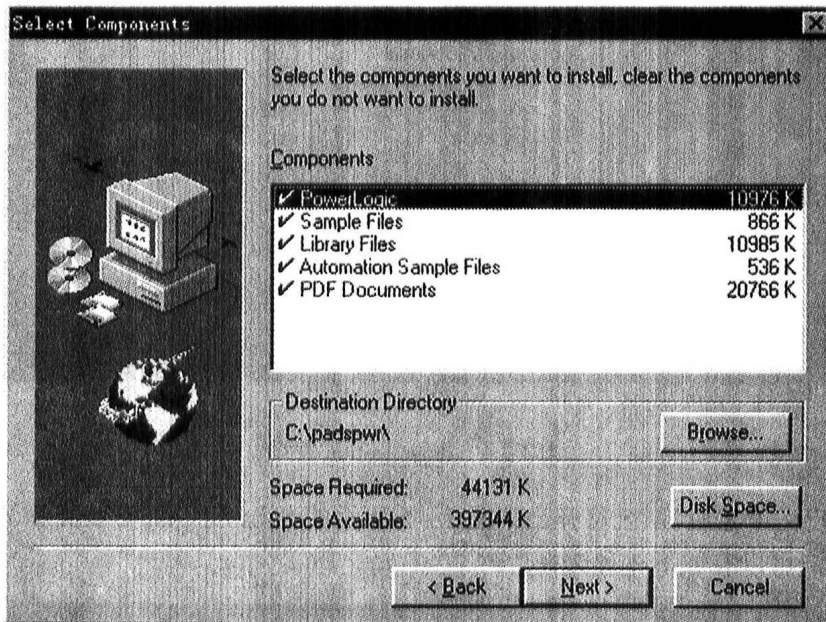

图 1-6 Select Components 窗口
① Typical(典型安装) 选择系统缺省设置。其提供组件有 PowerLogic、PowerLogic 帮助、Readme.txt 文件、元件库文件、演示文件和卸载图标。
② Compact(简捷安装) 按照软件的最小要求设置。其提供的组件有 PowerLogic、PowerLogic 帮助、Readme.txt 文件。
③ Custom(自定义安装) 按照用户自己的要求选择所需组件。选择此安装后点击 Next 按钮,系统将弹出如图 1-6 所示的 Select Components(组件选择)窗口。用户可以在 PowerLogic、演示文件、元件库文件、自动演示文件和 PDF 文档中选择所需组件。同时,点击 Disk Space 按钮会打开一个关于当前磁盘空间信息窗口,在这里可以了解到当前系统空间资源状况。如果系统空间不足以满足安装需求,在点击 Next 按钮后,系统将弹出对话框提醒用户磁盘空间不足。